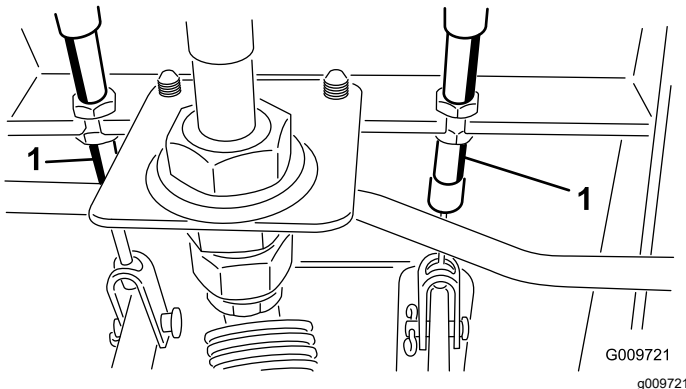

Figura 78
- A. Afloje la tuerca delantera del extremo roscado del cable de freno (Figura 78).